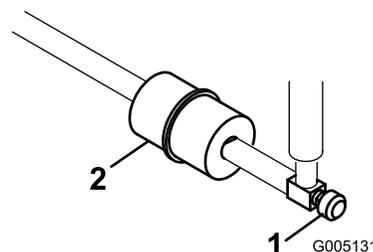

Figura 49
Existe um filtro no interior da tubagem de combustível, situado entre o depósito de combustível e o carburador (Figura 49). O filtro deve ser substituído a cada 800 horas de funcionamento ou com maior frequência se o fluxo de combustível não for o esperado. Certifique-se de que a seta existente no filtro se encontra dirigida para longe do depósito de combustível.
- Feche a válvula de bloqueio do combustível, liberte o dispositivo de fixação da mangueira que se encontra no carburador, na zona do filtro e retire a tubagem de combustível do filtro (Figura 49).
- Coloque um recipiente de drenagem debaixo do filtro, liberte os restantes dispositivos de fixação e retire o filtro (Figura 49).